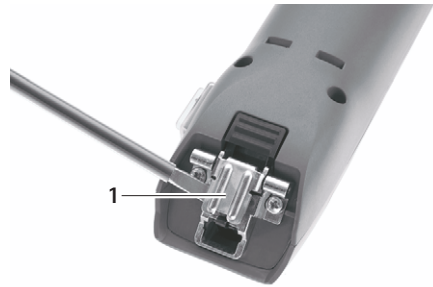

图 1
- 测量铰链闭合时：测量铰链 1 用螺丝刀打开，参见图 1。